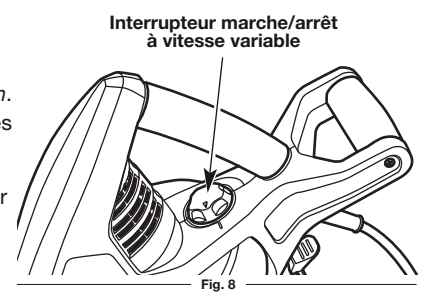

Fig. 8
2. Tournez l'interrupteur à vitesse variable dans le sens des aiguilles d'une montre pour démarrer le moteur (Fig. 8).
3. Continuez de tourner l'interrupteur à vitesse variable dans le sens des aiguilles d'une montre pour augmenter la vitesse du moteur jusqu'au niveau souhaité (Fig. 8).
1. Tournez l'interrupteur à vitesse variable dans le sens inverse des aiguilles d'une montre pour réduire la vitesse du moteur. Lorsque vous ne parvenez pas à tourner l'interrupteur à vitesse variable dans le sens inverse des aiguilles d'une montre, arrêtez le moteur (Fig. 8).